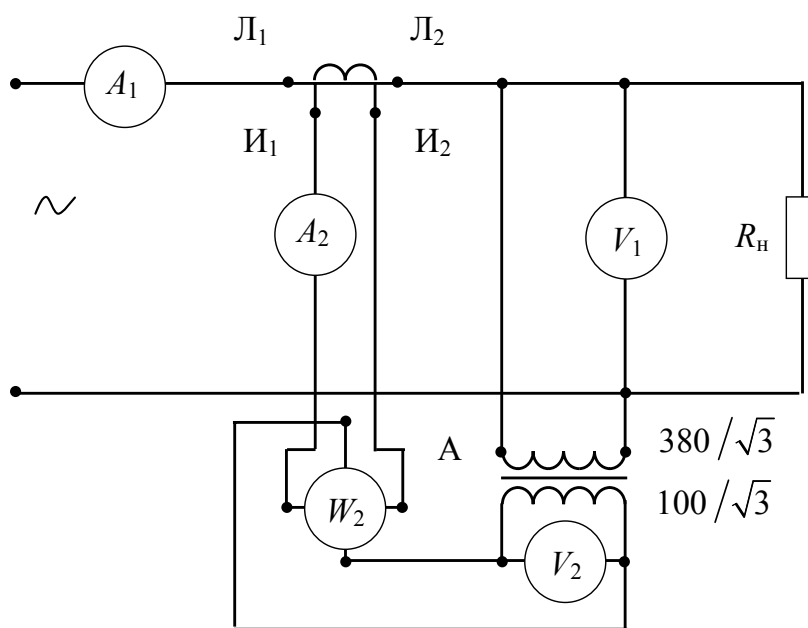

Рис. 46. Схема включения приборов с измерительными трансформаторами
В установках высокого напряжения включение измерительных приборов осуществляется через измерительные трансформаторы тока и напряжения (рис. 46).
3. Соберите схему, изображенную на рис. 46. Определите погрешности, вносимые измерительными трансформаторами тока и напряжения. Результаты расчетов и наблюдений запишите в табл. 22.